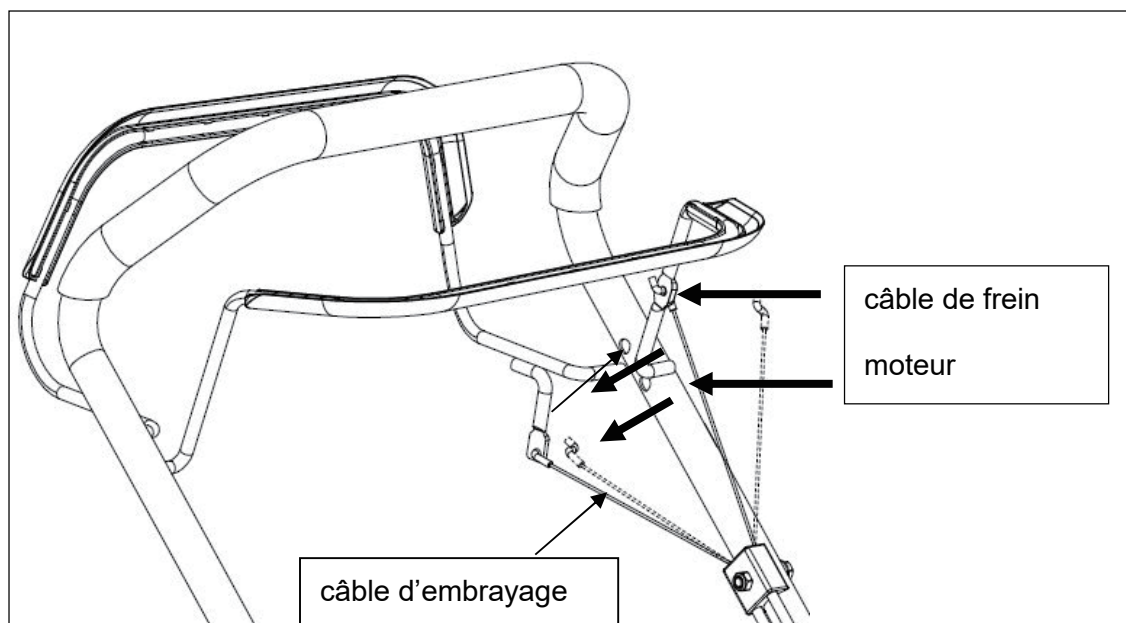

Fig. 3
2. La flèche indique l'endroit de passage du câble (voir fig. 3).